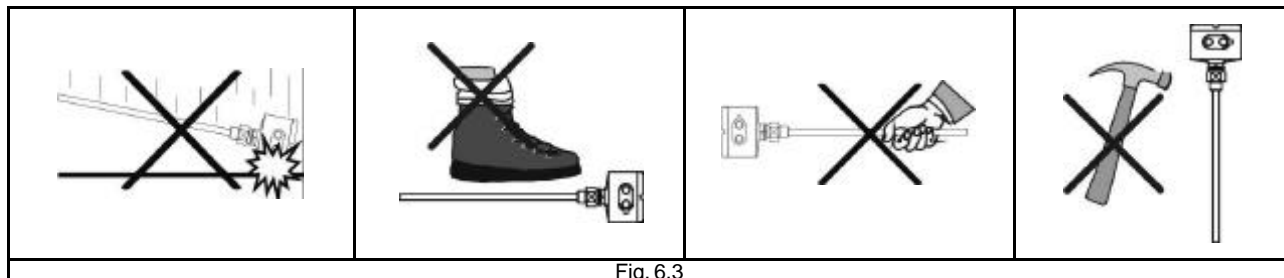

Fig. 6.3
- JAMAIS segure o transmissor somente pela haste sob o risco de provocar alterações em sua forma. Observe a Fig. 6.3.